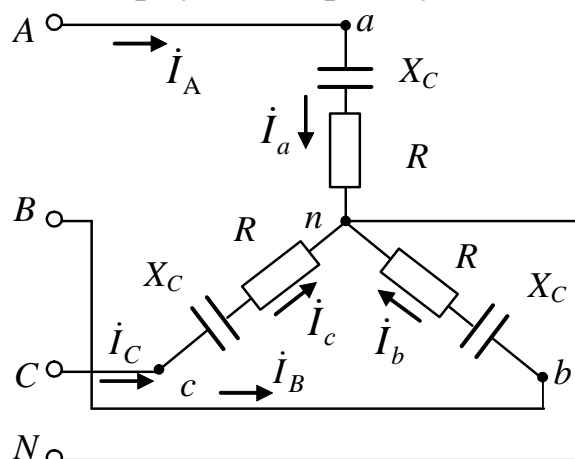

Рис. 3.3
**Задача 3.3.1.** К трехфазной линии с линейным напряжением  $U_{\text{Л}} = 380$  В подключены три одинаковых однофазных приемника ( $R_{\text{ф}} = 3$ , Ом,  $X_{C\text{ф}} = 4$ , Ом), соединенные по схеме «звезда с нейтральным проводом» (рис. 3.3). Определить токи в фазах и нейтральном проводе, а также потребляемую мощность (активную, реактивную, полную). Построить векторную диаграмму токов и напряжений.